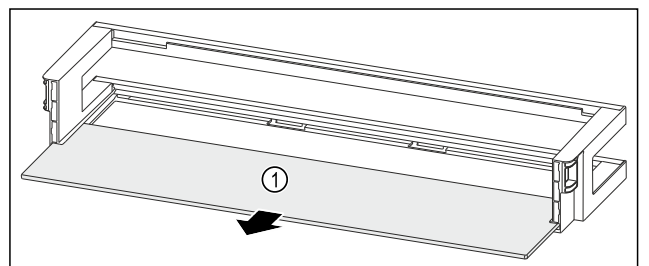

Fig. 151 Türabsteller mit Abstellfläche
- ▶ Abstellfläche Fig. 151 (1) entnehmen.